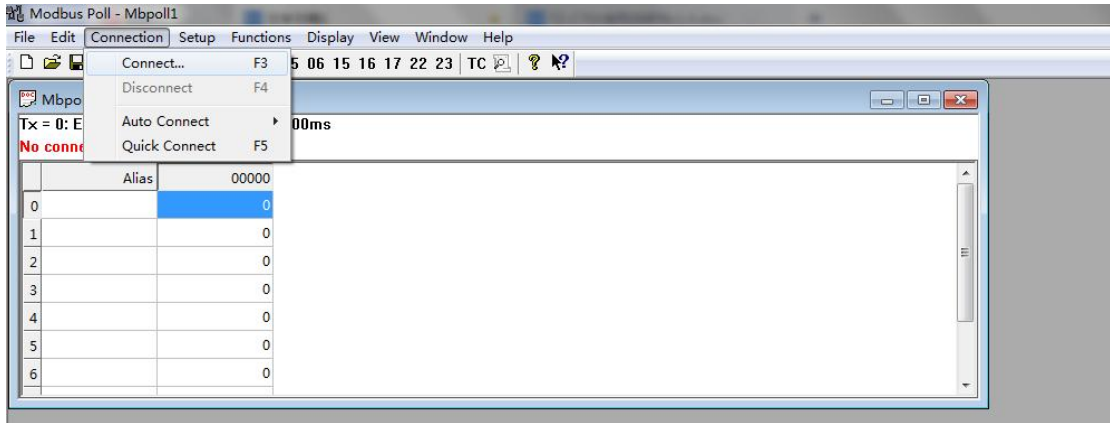

图 5
6. 点击 connection，选择 connect，如图 5